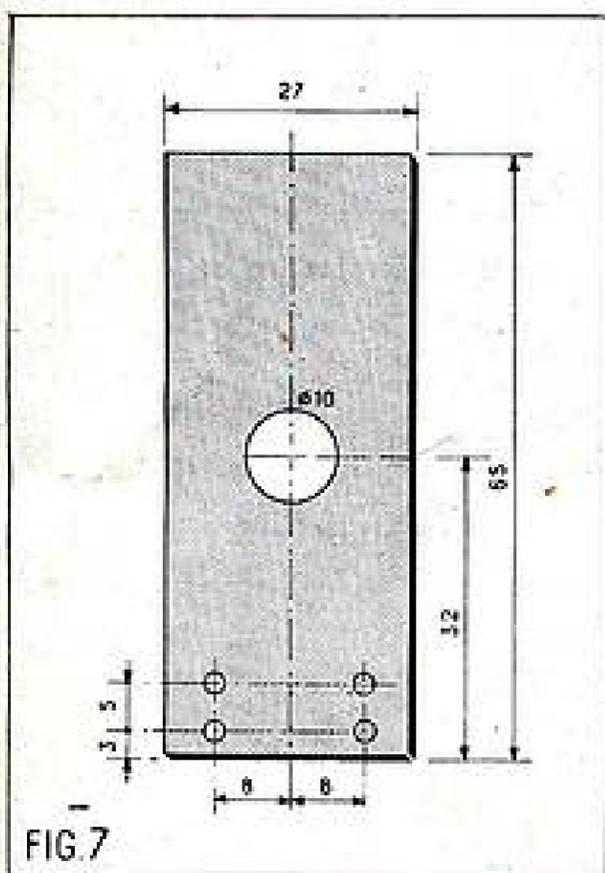
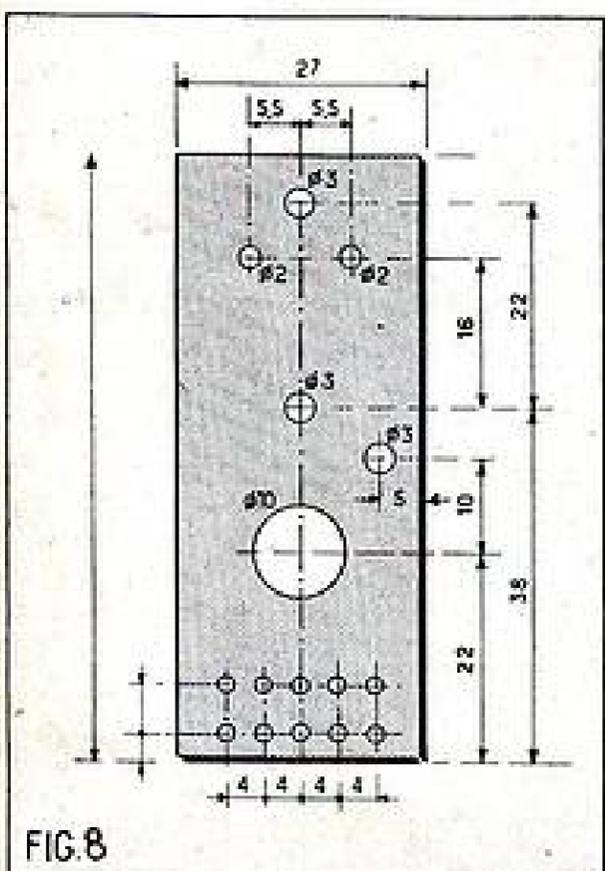
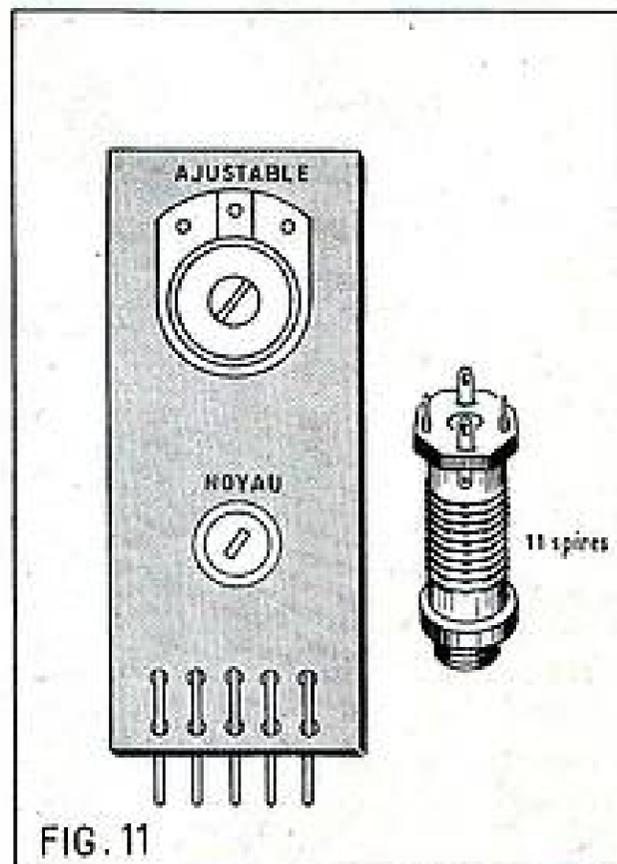

FIG. 7
FIG. 8
FIG. 11
**Les plaquettes supports.** — Elles sont découpées dans de la bakélite de 10 à 12/10 d'épaisseur. Les transformateurs seront placés dans des blindages carrés de 27 x 27 x 65 mm. On découpe donc quatre plaquettes de 27 x 65 mm. Pour le transformateur MF1, la plaquette sera percée suivant les cotes données à la figure 7. Pour les transformateurs MF2, MF3 et MF4, le perçage est celui de la figure 8.
plaquettes seraient trop proches l'une de l'autre. Cela risquerait de provoquer des courts-circuits et, en tout cas introduirait des capacités parasites pouvant perturber les réglages. Aussi avons-nous adopté une autre solution. Dans le bas des plaquettes nous avons percé des trous de 1 mm, comme vous pouvez le voir sur les figures 7 et 8. Dans ces trous, on passe du fil nu étamé de 7 à 10/10, comme indiqué à la figure 9. On serre énergiquement le fil à la pince plate de manière à bien l'appliquer contre la plaquette, ce qui l'immobilise. Et voilà d'excellentes cosses de branchement qui ne risquent pas de créer des capacités inadmissibles.
**Construction du transformateur MF1.** — On commence par exécuter l'enroulement. Sur un mandrin LIPA de 8 mm de diamètre, on bobine à spire jointives 8 tours de fil émaillé 30/100. Cet enroulement est enduit de colle cellulosique. Après séchage, le mandrin est fixé sur la plaquette de bakélite de la figure 7. Les extrémités du bobinage sont dénudées au papier de verre et soudées sur les « cosses » de sortie comme le montre la figure 10. On met dans le mandrin un noyau en poudre de fer avec, si possible, un frein en liège et ce transformateur est placé dans un blindage carré percé d'un trou pour pouvoir atteindre le noyau de réglage.
Ce bobinage est placé sur le trou de 10 d'une des plaquettes de bakélite correspondant à la figure 8. Au-dessus du bobinage, on fixe un condensateur ajustable en céramique (fig. 11). On passe au câblage qui est indiqué clairement à la figure 12. Vous pouvez remarquer que la résistance de 2.200  $\Omega$  est soudée entre la sortie Gr et une cosse que l'on aura sortie sur la plaquette au moment de la mise en place des fils de sortie. Les résistances utilisées sont, bien entendu, du type miniature. Les fils seront soigneusement dénudés au papier de verre. On aura soin, pendant cette opération, de ne pas décoller les tours des extrémités, le nombre de tours devant rester